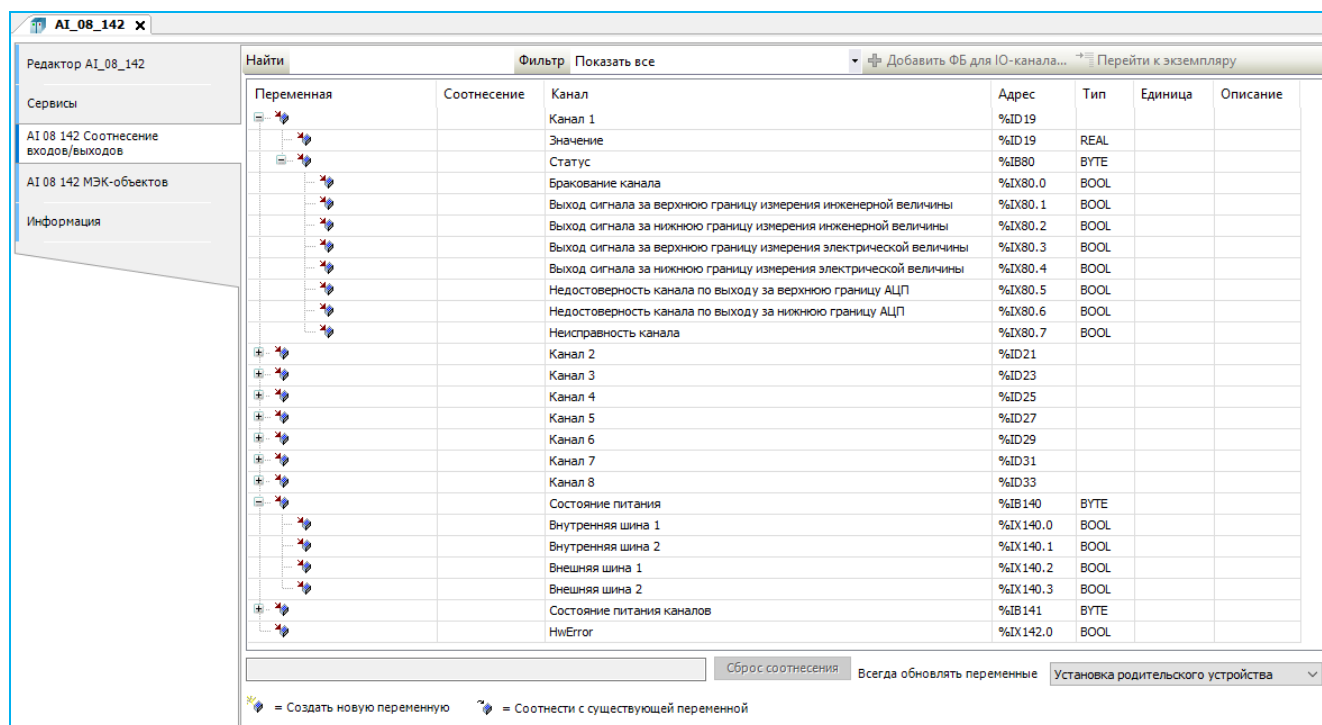

Рисунок 127 – Проверка статуса канала модуля аналогового ввода
- байт состояния каналов питания, который содержит флаги состояния каналов питания внешних цепей для каждого канала ввода (например: R500 AI 08 142, см. рисунок 127).